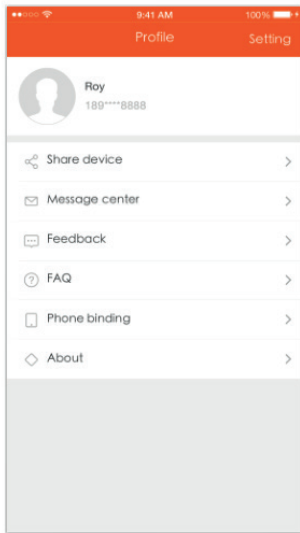

Bild 6
8. Unter "Mein Profil" können die Benutzer persönliche Informationen verwalten. Die wichtigsten Informationen sind wie folgt, siehe Abbildung 6: